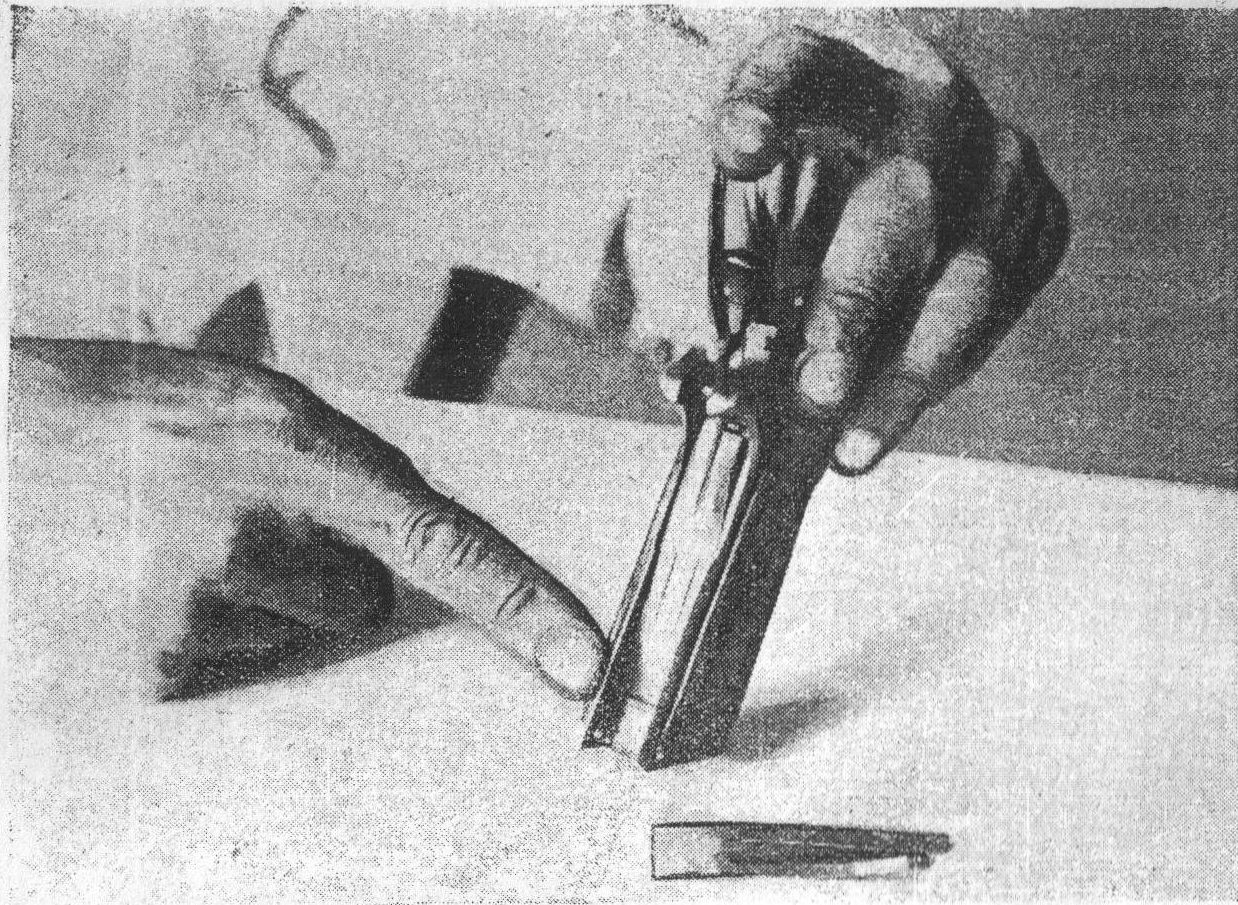

Рис. 19.
15. Вынуть спусковую пружину, потянув за короткую ее ветвь (рис. 19).
7. **Вставить спусковую пружину**, наблюдая, чтобы нижний загиб вошел в щель задней стенки рукоятки остова пистолета (рис. 19).